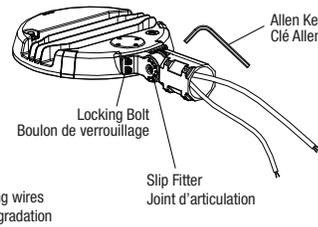

Fig. 8
4. Install the split fitter on the luminaire by fastening the locking bolts using an Allen Key (Fig. 8).
4. Installer le joint d'articulation sur le luminaire en serrant les boulons de verrouillage à l'aide d'une clé Allen (Fig. 8).